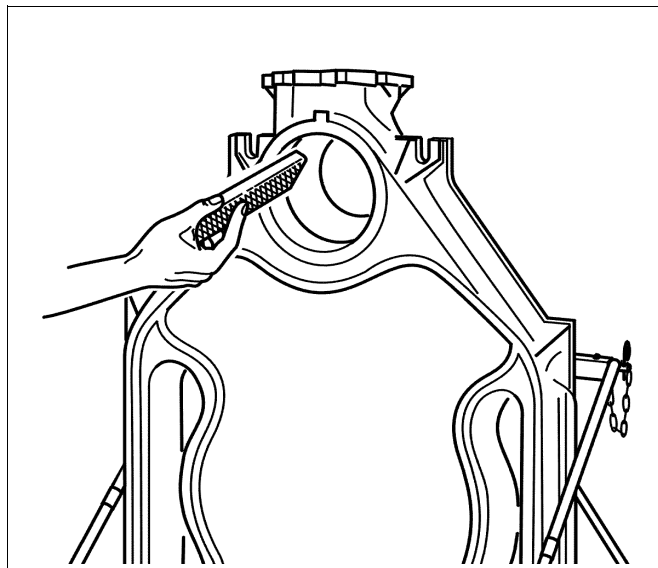

Fig. 9 Limare eventuali sbavature sui bordi
- Limare eventuali sbavature presenti ai bordi dei mozzi (fig. 9).
- Limare eventuali sbavature presenti ai mozzi, come mostra la fig. 9.